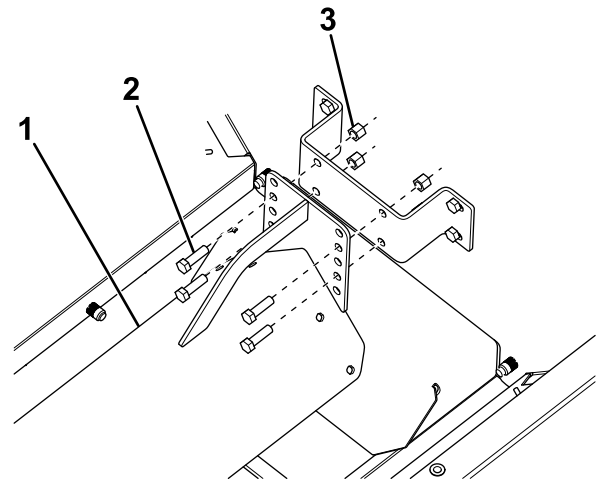

Bild 15
7. Befestigen Sie ein Ende des Ablenklechs an der vorderen Befestigungshalterung mit vier Schrauben ($\frac{3}{8}$ " x $1\frac{1}{4}$ ") und Muttern (**Bild 15**). Wiederholen Sie den Vorgang an der hinteren Befestigungshalterung.